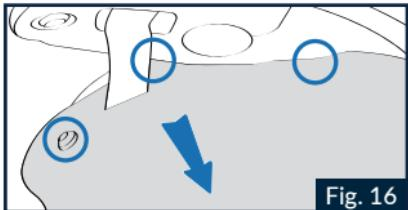

Fig. 16
1.2 Tire de la parte delantera de la almohadilla lateral izquierda hacia el interior del casco para desabrochar los tres botones situados en su parte trasera (Fig. 16).
6.2 Introduzca la correa de sujeción en el respectivo paso del acolchado de la almohadilla lateral y presione sobre los botones traseros de fijación, situados en su parte trasera, para abrocharlos a los correspondientes alojamientos de la almohadilla lateral de poliestireno (Fig. 16).